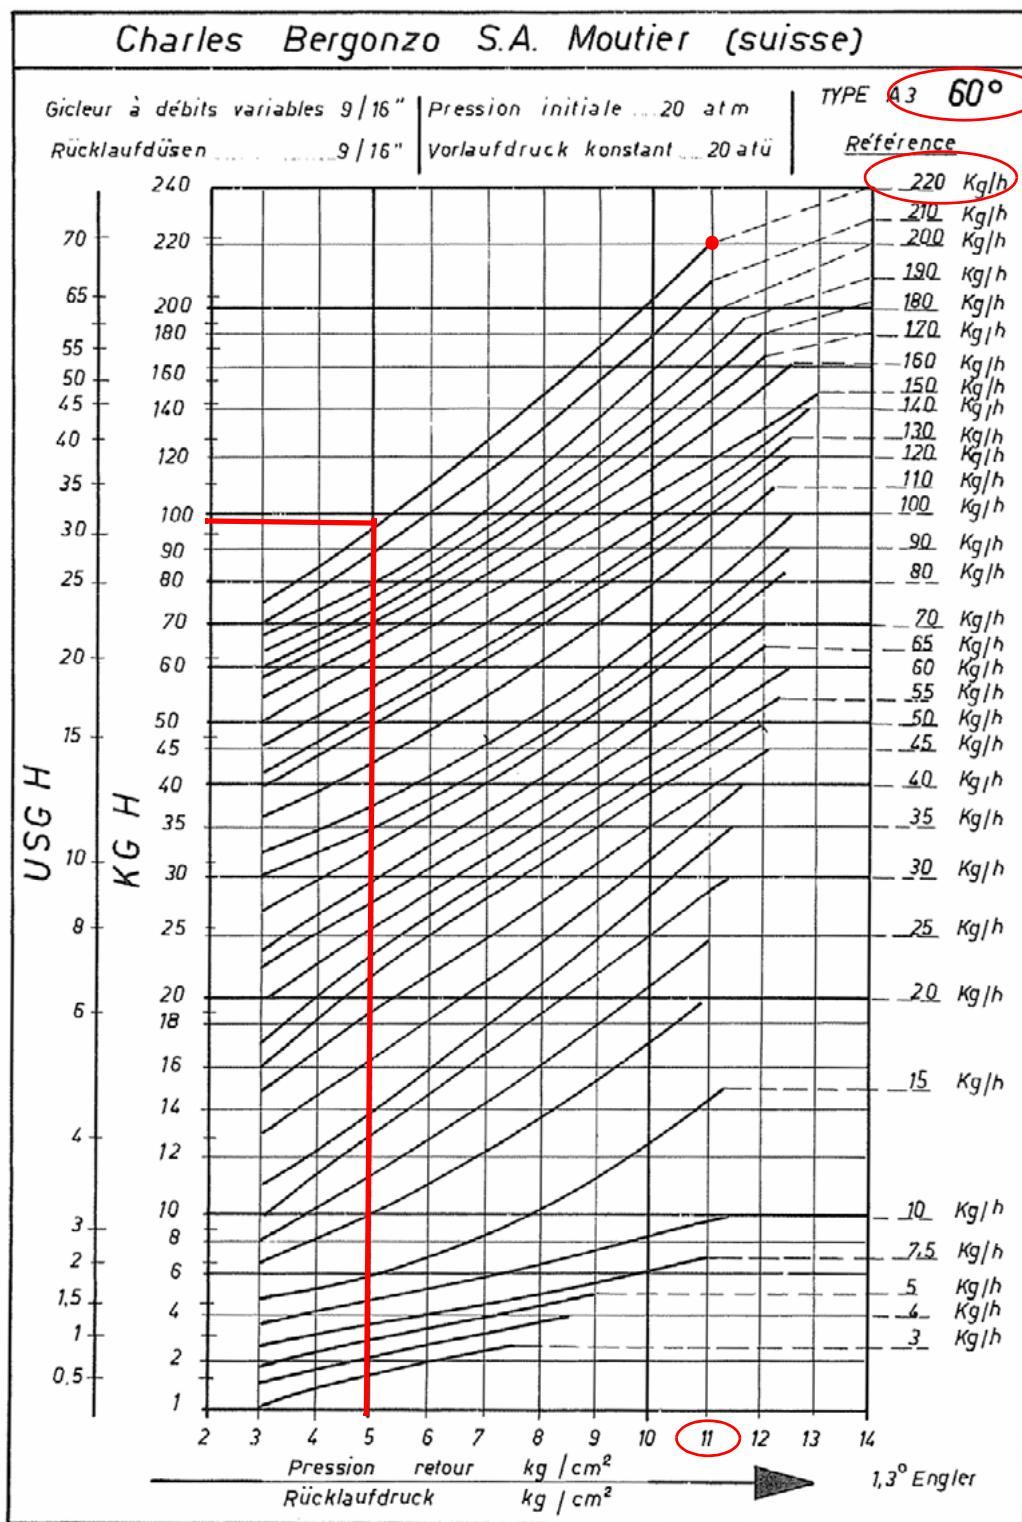

Рис. 12
Расход мазутного топлива регулируется за счет выбора форсунки (противовоточного типа), соответствующего мощности котла и типу применения размера, а также регулировки давления на прямом и обратном ходе жидкого топлива, согласно данных, указанных в таблице и на графике на Рис. 12 (для считывания давления - читайте последующие параграфы)
- 9 Давление питания форсунки уже отрегулировано заранее на заводе-изготовителе и не должно изменяться. Только в случае необходимости, отрегулировать давление питания (см. соответствующий параграф) следующим образом: установить манометр в положение, указанное на Рис. 15, воздействовать на регулировочный винт **VR** насоса (см. Рис. 14) до получения на форсунке давления в 19-20 бар (форсунки Bergonzo - см. график на Рис. 12);
Давление питания форсунки уже отрегулировано заранее на заводе-изготовителе и не должно изменяться. Только в случае необходимости, отрегулировать давление питания (см. соответствующий параграф) следующим образом: установить манометр в положение, указанное на Рис. 18, воздействовать на регулировочный винт **VR** насоса (см. Рис. 17) до получения на форсунке давления в 19-20 бар (форсунки Bergonzo - см. график на Рис. 12);